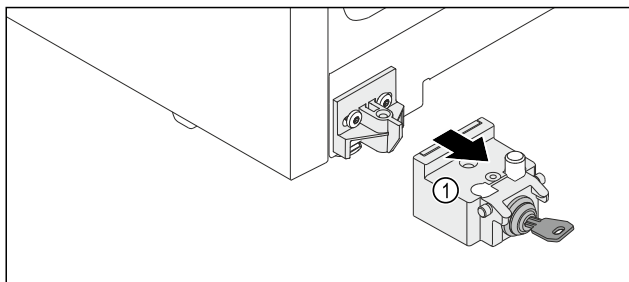

Fig. 11
- Retirer le dispositif de fermeture Fig. 11 (1) par l'avant.